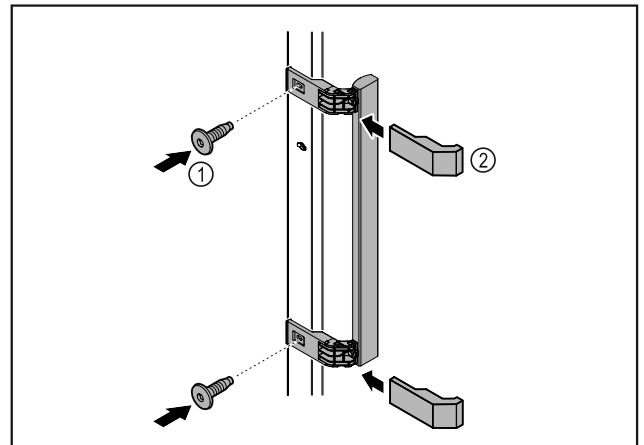

Fig. 3
- Pritvirtinkite rankeną iš priedų pridedamais varžtais Fig. 3 (1) prie durų.
- Uždėkite dengiamąją plokštelę Fig. 3 (2).